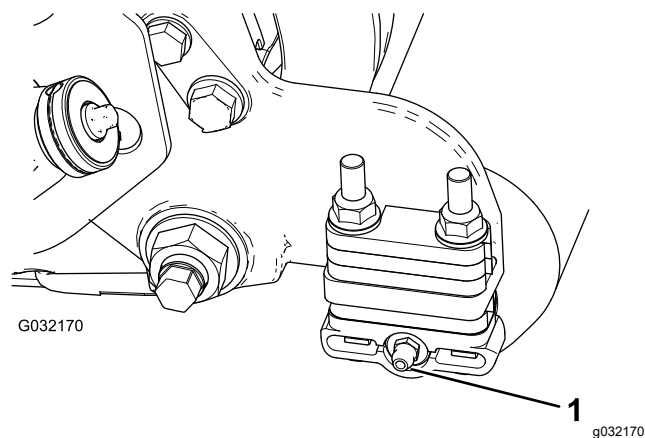

图 5
1. 从滚刀组的滚筒刷架一侧拆除滚筒的黄油嘴图 5。
2. 安装 90 度黄油嘴使其面向后方图 5。